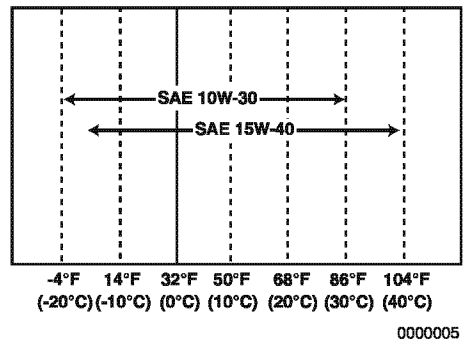

Abbildung 5
- Wählen Sie die Ölviskosität passend zur Umgebungstemperatur, bei welcher der Motor betrieben werden soll. *Siehe Motorölviskosität **Abbildung 5**.*
- Wählen Sie eine für die jeweilige Umgebungstemperatur geeignete Motorölviskosität, wie im Diagramm der SAE-Viskositätsklassen dargestellt (**Abbildung 5**).